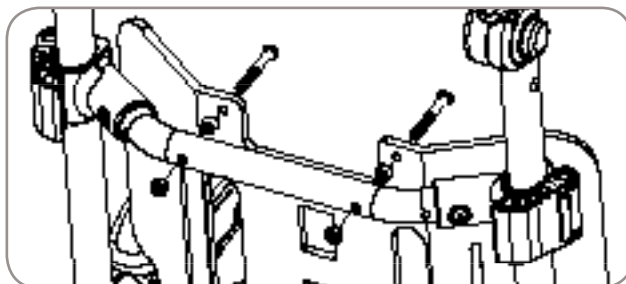

Figura 17
2. Retire los pernos que sujetan la placa posterior al tubo transversal con una llave hexagonal de 4 mm y una llave de 10 mm. Referencia Figura 17.